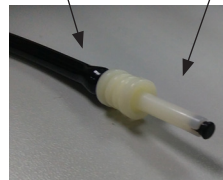

Figura 2.13
3. Conexión del paso del aire: Tome un trozo de tubo de aire (0.5~1m de longitud, $\Phi 8.0\text{mm}$ / $\Phi 4.0\text{mm}$ de diámetro). Conecte el conector de NIBP con un enchufe en uno de los extremos del tubo de aire. Conecte el otro extremo al conector de 3 vías. Conecte los otros dos extremos del conector de 3 vías a un Esfigmomanómetro Mercury, tal como se muestra en la Figura 2.13.